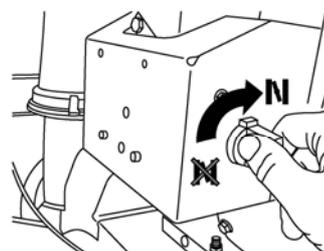

Рисунок 27.
4. Поверните воздушную заслонку в положение On (Рис. 27).